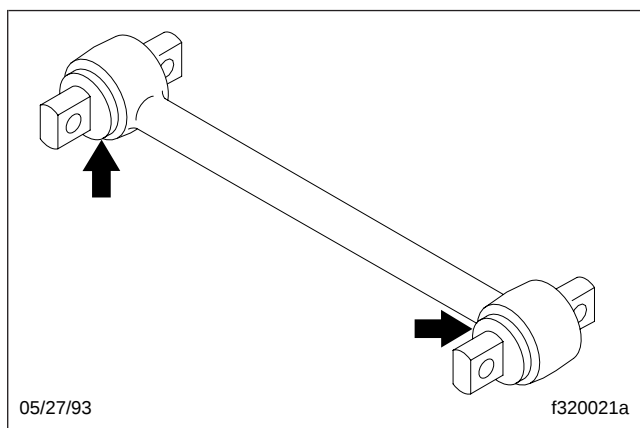

Fig. 3, Douilles de la bielle de poussée
5. Inspectez les extrémités de la bague en caoutchouc. Voir la **figure 3**. Remplacez la bielle de poussée pour l'une quelconque des raisons suivantes :